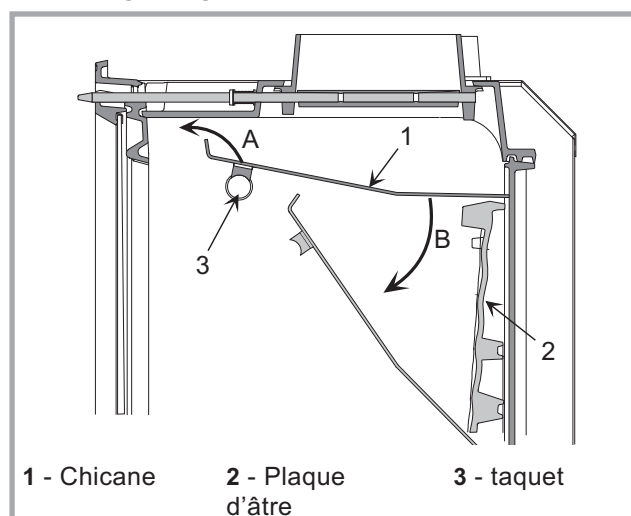

Figure 15 - Démontage de la chicane
Démontage : Figure 15
- Soulever l'avant de la chicane (A), l'avancer au-dessus des taquets (3) pour retirer l'arrière (B) posé sur la plaque d'âtre décorative (2). Basculer la chicane dans le foyer comme indiqué figure 15.